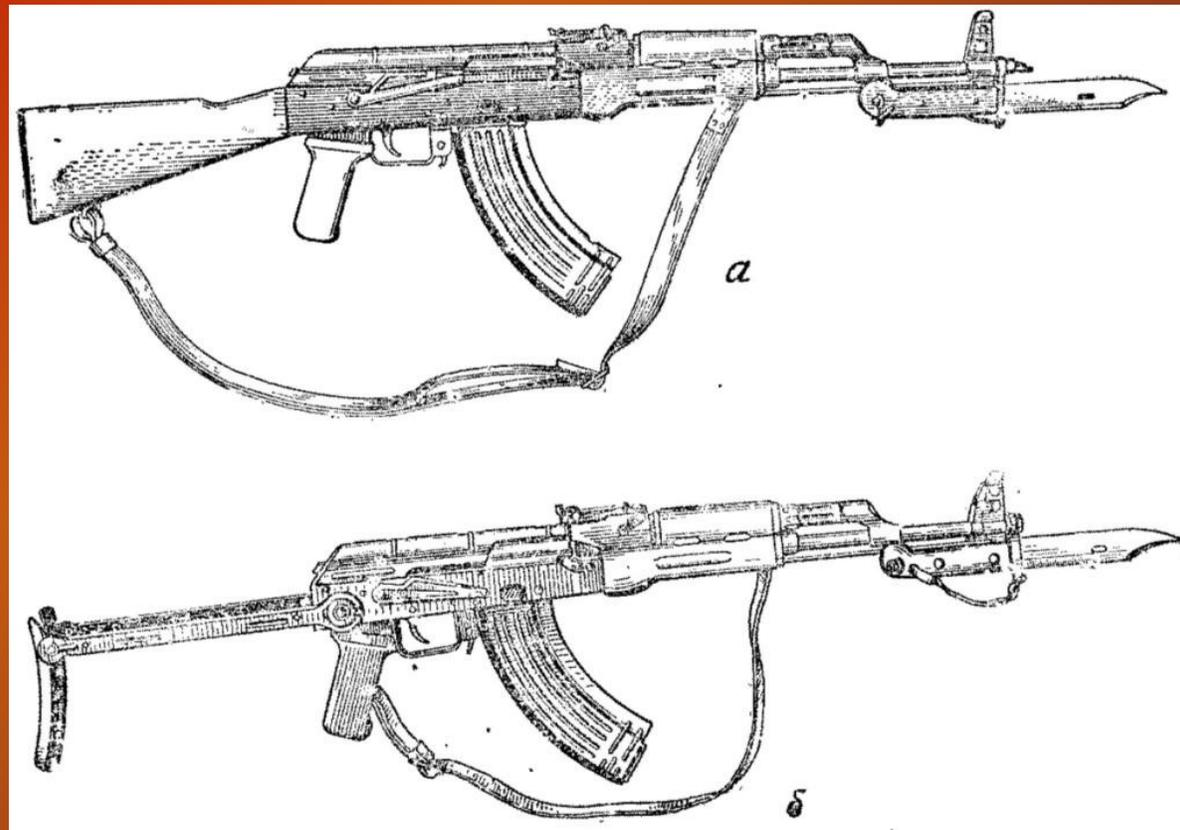

Рис. 1. Общий вид автомата Калашникова:
1. 7,62-мм модернизированный автомат Калашникова (рис. 1) является индивидуальным оружием и предназначен для уничтожения живой силы противника. Для поражения противника в рукопашном бою к автомату присоединяется штык-нож,